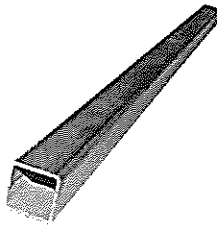
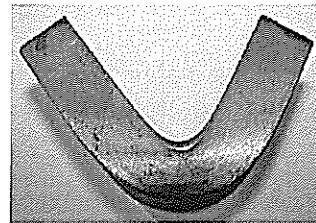

Figura 1
figura 2
1.Cum am putea să modificăm semifabricatul din figura 1 pentru a obține semifabricatul cu forma din figura 2.